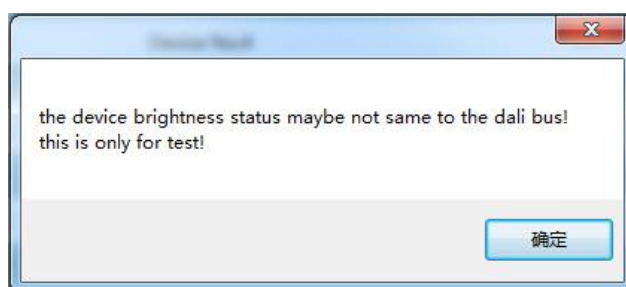
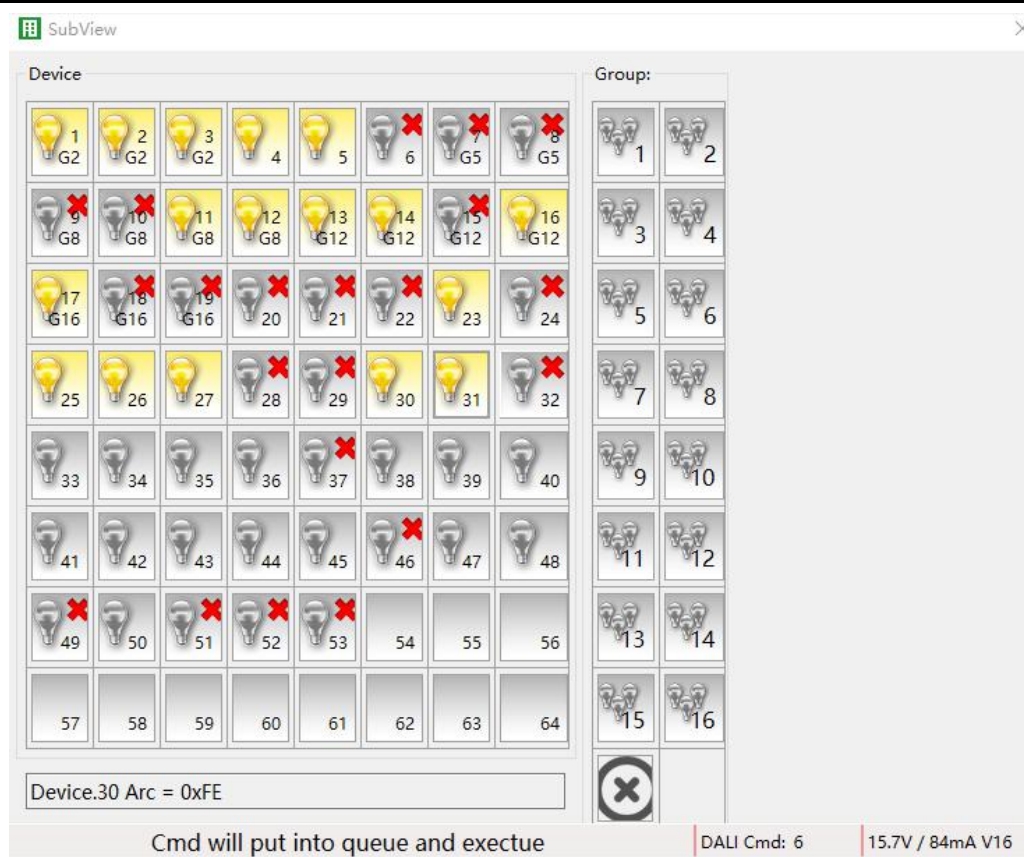

图 2-5 【Online|Group】弹窗
图 2-6 在线组测试界面
点击菜单栏下方的快捷操作按钮**【Online|Group】**弹出窗口如图 2-5 所示，提示“设备亮度状态可能不同于 DALI 总线上的设备亮度，此功能仅用于测试”。点击确定进入在线设备/组测试界面，如图 2-6 所示。
① **【StoreDevice】**：对设备修改的配置进行保存。保存后，DALI 总线上的此设备并可直接应用保存的配置。
② **【ReadDevice】**：可以从 DALI 总线上读取该设备的所有信息，并同步显示到 DCA 中，如设备类型、参数设置、场景配置。
③ **【ApplyUserConfig】**：应用用户配置。导入配置后，如果某些设备想使用此配置，那么点击此按钮，并会把用户配置应用到设备中，同时显示到参数界面中，如果要保存到设备中，那么还需要点击按钮 **【StoreDevice】**。
④ **【Addr.】**：显示所选 DALI 设备的地址。DALI 地址修改在在线设备/组测试界面中进行，如图 2-6。
⑤ **【Desc.】**：点击此参数的配置，可以修改 DALI 设备的描述。
⑥ **【DeviceType】**：显示 DALI 设备类型，如 DT6，显示 6。
⑦ **【Group】**：显示 DALI 设备所属的组，显示“NotJoin”表示未分配到任何一个组中。点击该参数的配置，会有下拉菜单，也可以对 DALI 设备进行组的分配。
⑧ **参数设置**：DALI 设备的参数设置包括调光渐变时间和调光渐变速率、最小亮度、最大亮度、DALI 总线掉电亮度、上电复位亮度和物理最低亮度，其中物理最低亮度是 DALI 设备的特性，不可更改。
⑨ **场景**：可以查看该设备的场景配置情况，总共可以配置 16 个 DALI 场景，可以修改每个场景的预设亮度值，修改完成，在上方点击 **【StoreDevice】**，保存配置到设备。场景所对应的 KNX 场景号由 ETS 参数配置。“MASK”表示设备未配置此场景，“Not Change”表示此场景的亮度不改变。